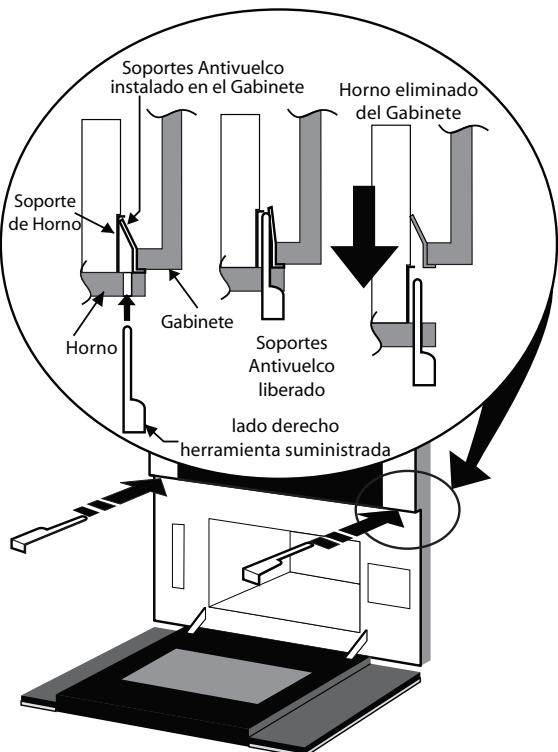

Figura 5
4. Para retirar el horno para su reparación, abra la puerta y ubique los dos agujeros en el marco lateral. Inserte simultáneamente las herramientas proporcionadas con el artefacto en ambos agujeros y jale el horno hacia usted. Vea la Figura 5.